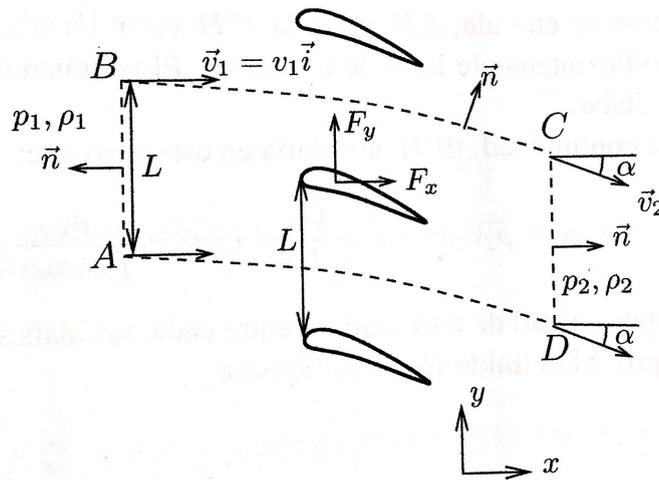

Figura 4: Fuerza sobre un álabe de una cascada
3. **Cascada de álabes.** Se considera un perfil bidimensional plano, consistente en una corriente uniforme que incide en una cascada infinita de álabes, todos iguales y colocados periódicamente a una distancia  $L$  según una recta perpendicular a la corriente incidente, tal y como se indica en la figura 4. Este problema no es mas que una idealización de una parte del flujo de una bomba axial, como la mostrada en la figura 3, consistente en el estudio aislado de una sección de la turbomáquina, de forma de corona circular de centro en el eje de giro, y de pequeño espesor, que se ha desarrollado.